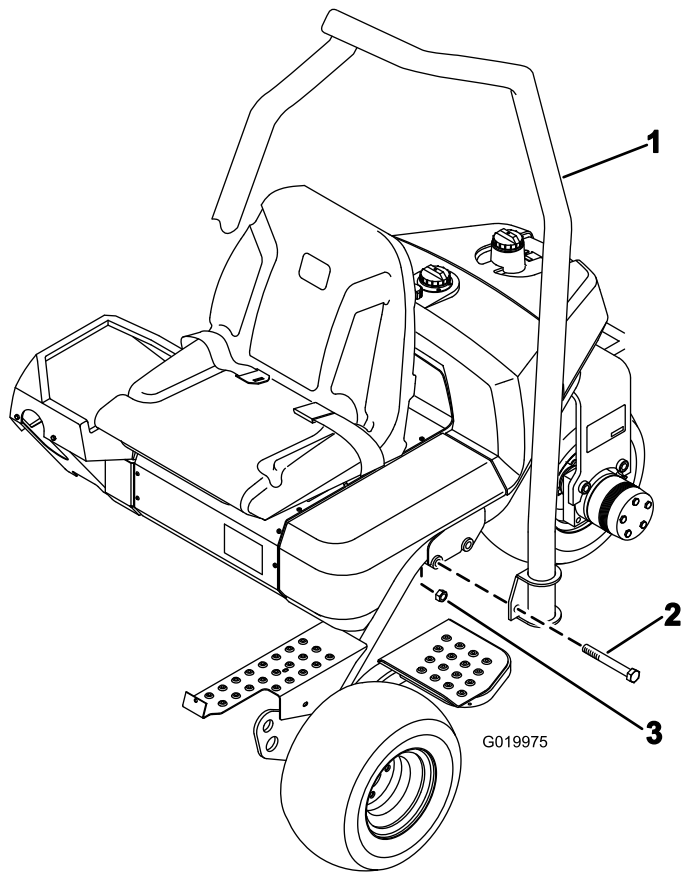

Figura 4
1. Coloque a barra de segurança de forma a que a parte superior do tubo fique curvada em direção à parte da frente da máquina (Figura 4).
2. Baixe a barra de segurança para a estrutura, alinhando-a com os furos de montagem (Figura 4).
3. Prenda cada lado da barra de segurança na estrutura com 2 parafusos ($\frac{5}{8}$ x $4\frac{1}{2}$ pol.) e porcas de bloqueio como se mostra na Figura 4.